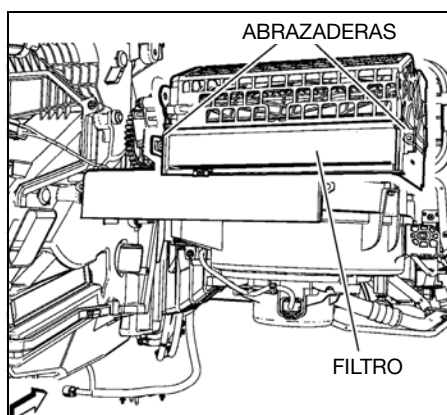

Fig. 11
5. Desenganche las abrazaderas y retire el filtro de aire de cabina (ver Fig. 11).